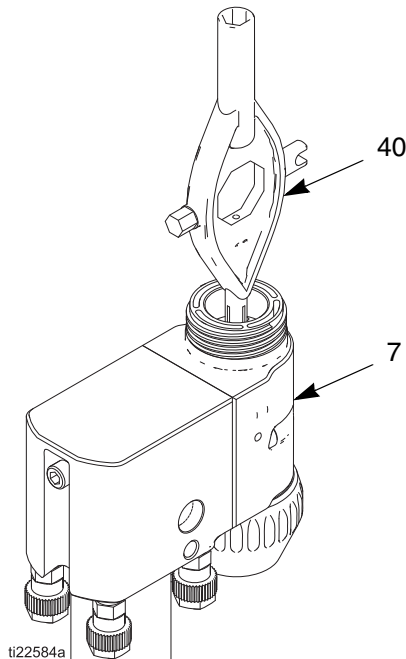

FIG. 30. Sustitución del electrodo
3. Afloje el electrodo (4) con la herramienta multiusos (40) desde el frente del cuerpo de la pistola (7). FIG. 30.